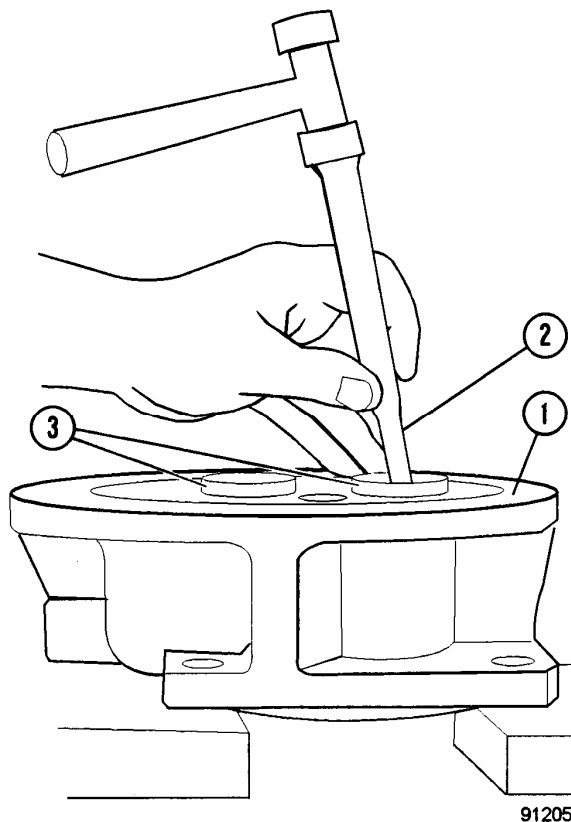

FIGURA 3-8. RETIRO DEL SELLO DEL EJE
- 15. Use un punzón y un martillo para sacar el sello del eje exterior de la cavidad de la pestaña. (Consulte la Figura 3-8). Tenga cuidado de no marcar, rayar o dañar la superficie de la cavidad del sello o los rodamientos.